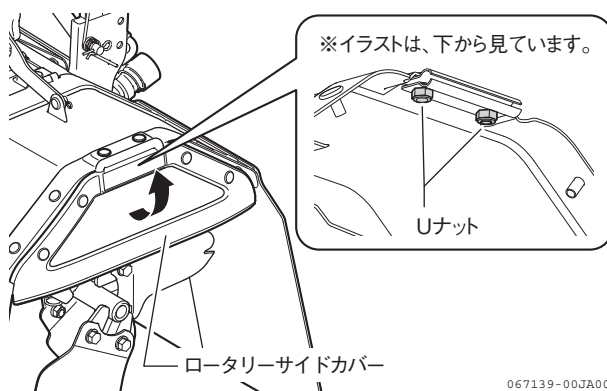

図 3-10 ロータリーサイドカバー
1. ロータリーサイドカバーを手で動かし開きます。(図 3-10)